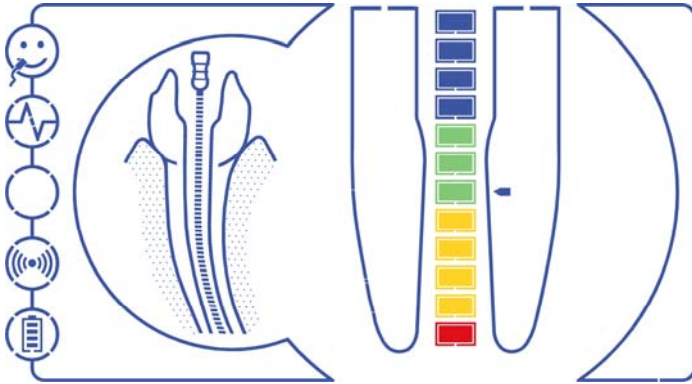

Abb. 13
- **Mode** Taste für ca. 1 Sekunde halten, bis ein zusätzliches Signal ertönt. Auf der rechten Seite im APEX ZOOM wird die Position des gewünschten Virtuellen Apex mit einem Pfeil angezeigt (Abb. 13).